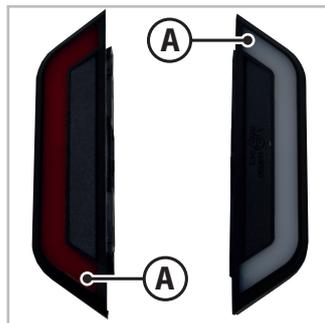

Abb. 7.4 - Seitenmarkierungsleuchten
2. Entfernen Sie die weiß-rote Abdeckung (A - Abb. 7.4), indem Sie die Befestigungsschrauben ausdrehen.
5. Bringen Sie die weiß-rote Abdeckung (A - Abb. 7.4) mit den zuvor entfernten Befestigungsschrauben wieder an.